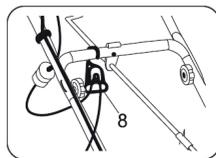

Рис. 8
- Закрепите шнур удлинителя в скобе (8). Подключите шнур питания прибора к удлинителю (Рис. 8).